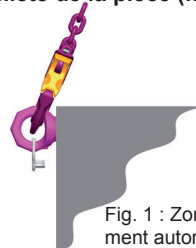

Fig. 1 : Zones de chargement autorisées
10. Les élingues doivent pouvoir se déplacer librement dans le STARPOINT et ne peuvent prendre appui sur le bord de la charge. Les capacités indiquées dans la notice d'utilisation se réfèrent aux chargements transversaux ou axiaux. **En outre, le chargement peut être réalisé avec capacité charge nominale vers l'alésage fileté de la pièce (fig. 1 et 2).**